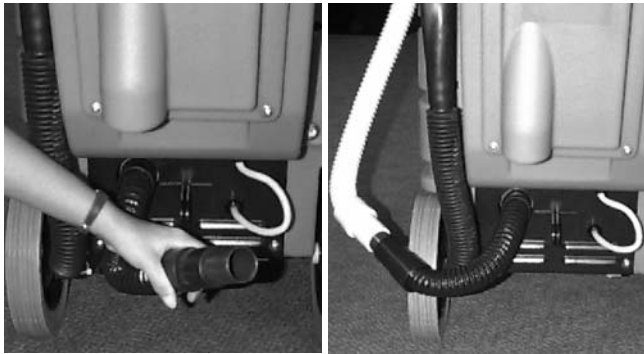

FIG. 16
2. Débranchez le tuyau d'évacuation de l'arrière de la machine et branchez-le sur le tuyau d'aspiration (Figure 16).